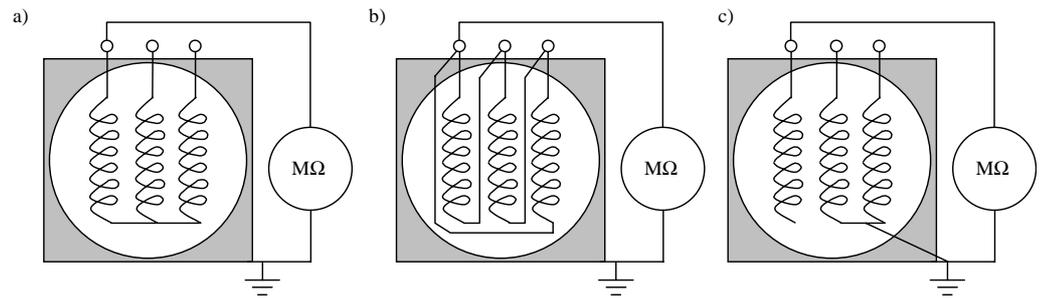

Figure 7-7 Connexion des bobinages du stator pour les mesures de résistance d'isolation
- Vérifiez que les connexions secondaires des transformateurs de courant, y compris des noyaux de rechange, ne sont pas ouvertes. Reportez-vous à la *Figure 7-7 Connexion des bobinages du stator pour les mesures de résistance d'isolation*
La mesure de la résistance d'isolation doit être effectuée dans la boîte à bornes. Le test est généralement effectué pour tout le bobinage, auquel cas le mégohmmètre est connecté entre le châssis de la machine et le bobinage, comme indiqué dans la *Figure 7-7 Connexion des bobinages du stator pour les mesures de résistance d'isolation*. Le châssis est relié à la terre et les trois bornes de phase du bobinage du stator restent connectées au point neutre, comme indiqué dans la *Figure 7-7 Connexion des bobinages du stator pour les mesures de résistance d'isolation*.
Si la valeur de la résistance d'isolation de tout le bobinage est inférieure aux valeurs spécifiées et si les bobinages des bornes de phase peuvent être facilement déconnectés les uns des autres, mesurez séparément chacune des phases. Cette solution n'est pas possible pour toutes les machines. Lors de cette mesure, le testeur est connecté entre le châssis de la machine et l'un des bobinages. Le châssis et les deux phases non testées sont mis à la terre, comme indiqué dans la *Figure 7-7 Connexion des bobinages du stator pour les mesures de résistance d'isolation*.